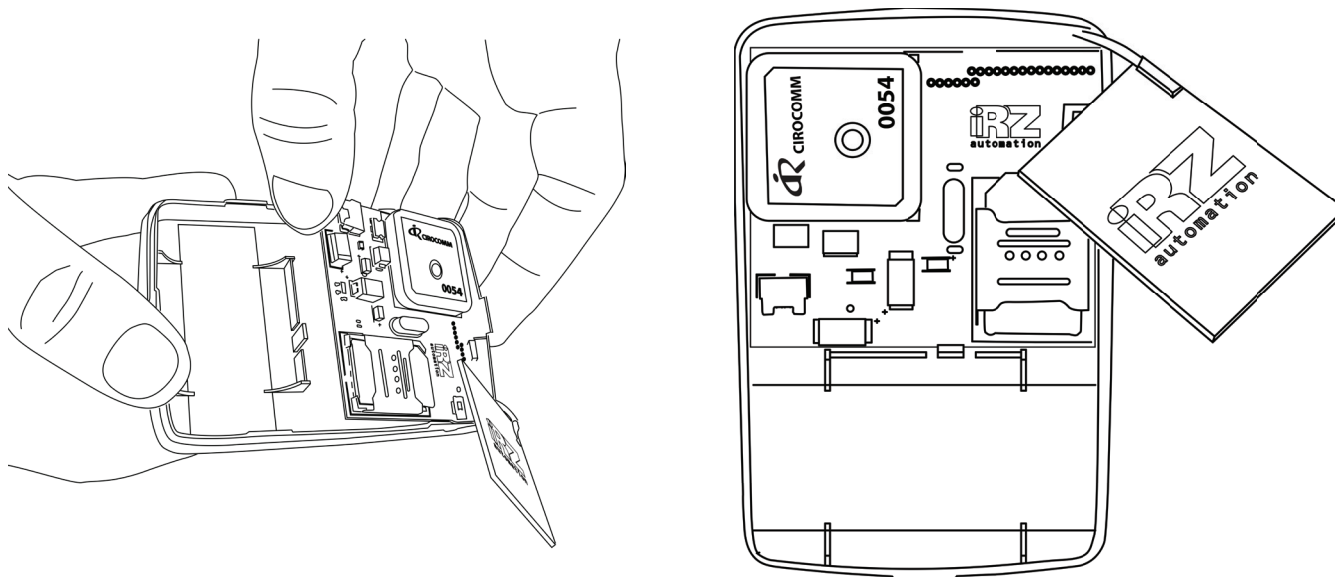

рис. 8
3.3. Установить плату в новый корпус. Для этого необходимо завести плату в пазы на корпусе, а затем нажать на неё, чтобы зафиксировать её в креплении корпуса. (см. рис. 8).